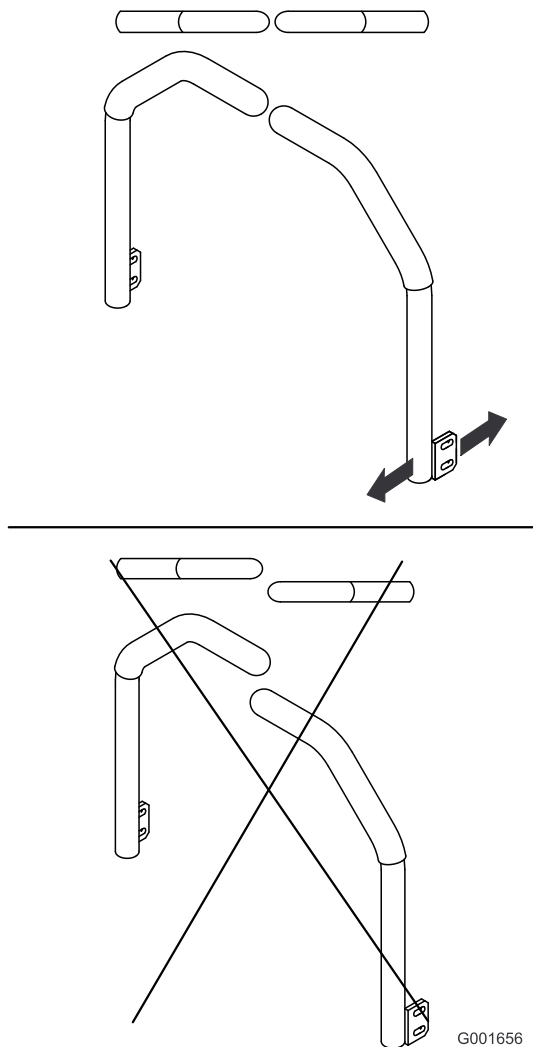

Figura 57
- Ajuste las palancas de control de forma que queden alineadas entre sí y apriete los pernos para fijar las palancas a los soportes (Figura 57).